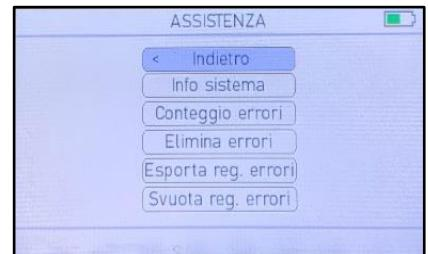
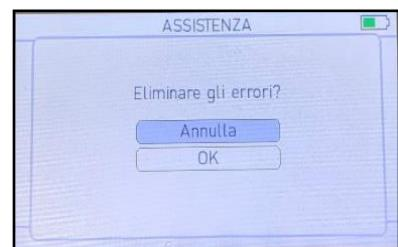

Fig. 47. *Servizio*
Fig. 50. *Cancellare gli errori?*
3. Appare la schermata Servizio (vedi fig. 47). Qui è possibile accedere alle informazioni di sistema e ai contatori degli errori, cancellare gli errori ed esportare o svuotare il registro errori.
1. In SERVICE (SERVIZIO) (vedi fig. 47), selezionare System info (Informazioni di sistema) con .
1. In SERVICE (SERVIZIO) (vedi fig. 47), selezionare Error Count (Contatori errori) con .
1. In SERVICE (SERVIZIO) (vedi fig. 47), selezionare Clear Errors (Cancella errori) con . Appare il messaggio Cancellare gli errori? (vedi fig. 50)